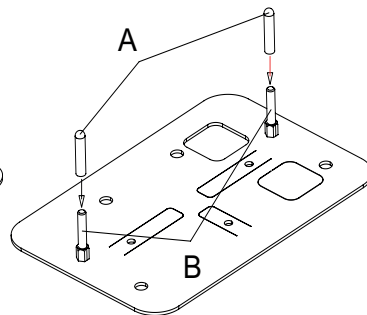

Abb. 4B
- Die Gummistöpsel (Pos. A) auf die soeben in die Platte (Abb. 4B) eingesetzten Schrauben M8x50 (Pos. B) einsetzen. Diese Stöpsel sind insoweit unentbehrlich, als sie das Aushärten des Zements an den Schrauben und dadurch ein künftiges Abdrehen verhindern.